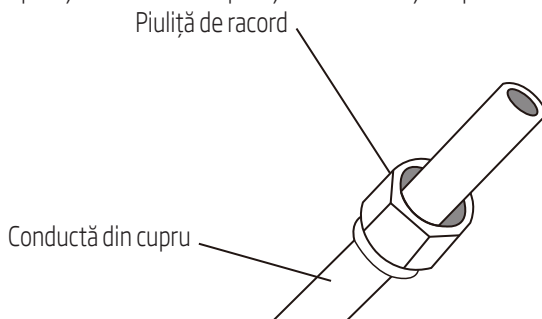

Fig. 7.3
3. Puneți piulițele de racord la ambele capete ale conductei. Asigurați-vă că acestea sunt cu fața în direcția corectă, pentru că nu le puteți monta sau nu le puteți schimba direcția după evazare. A se vedea Fig. 7.3.